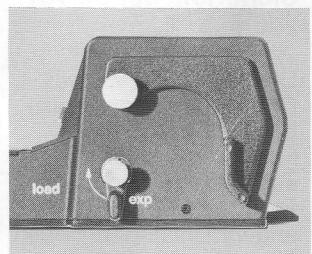

Fig. 14
- 7.1. Ist der Film zu Ende oder soll ein teilweise belichteter Film entnommen werden, Umschaltthebel auf «load» (Fig. 14).
- 7.1. At the end of the film or to unload a partly exposed film, set changeover lever to «load» (fig. 14).